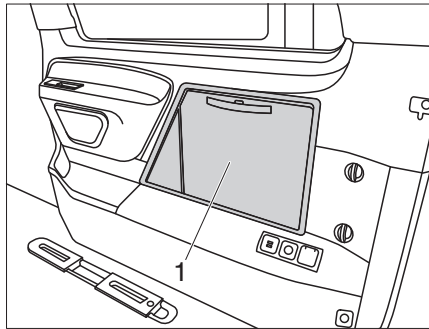
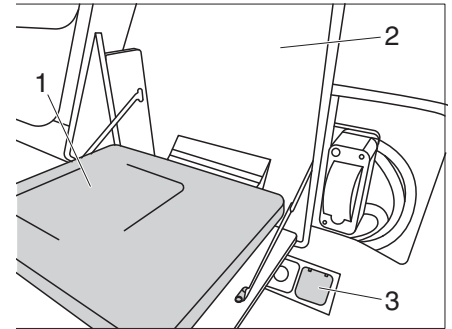

Bild 27 Zugangsklappe
Bild 28 Stromversorgung Induktionskochfeld
Das Induktionskochfeld des VANSTAR befindet sich unter der Zugangsklappe Induktionskochfeld (Bild 27,1) auf der rechten Seite des Fahrzeugs. Das Induktionskochfeld kann betrieben werden, wenn das Fahrzeug per Außenstecker mit Landstrom versorgt wird.
- Zugangsklappe Induktionskochfeld (Bild 27,1) öffnen und nach unten klappen (Bild 28).
- Netzstecker des Induktionskochfelds (Bild 28,1) in die Steckdose (Bild 28,3) stecken.
- Spritzschutz (Bild 28,2) aufstellen.